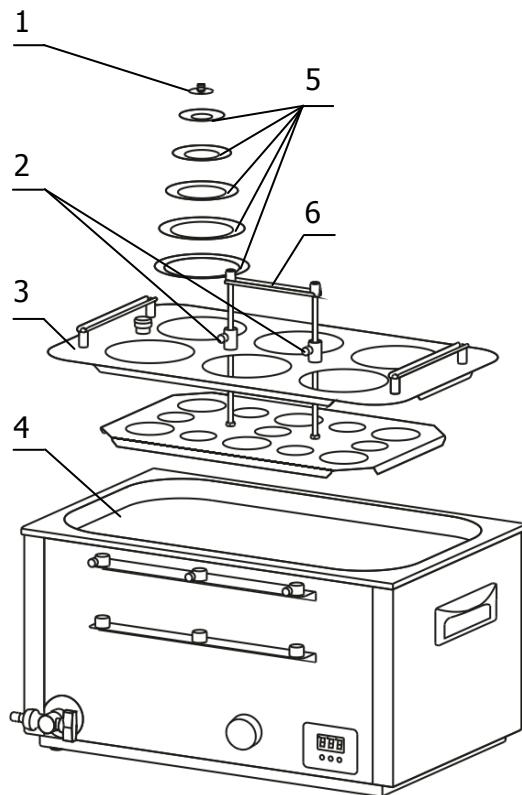
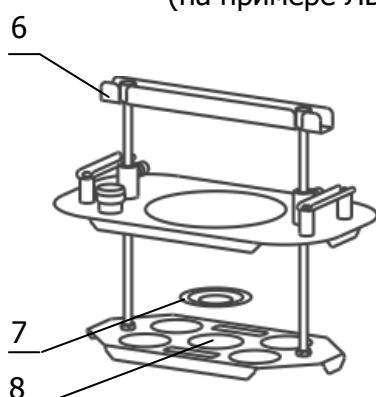

Рисунок 3 — Установка корзины в ванну бани (на примере ЛБ63)
Рисунок 4 — Корзина лабораторной бани (на примере ЛБ13)
1.4.1 Все модификации лабораторных бани ЛБ имеют сходную конструкцию ванны 3, в которую установлена корзина 1. Корзина имеет отверстие для контрольного термометра 2 и регулируемое по высоте дно. Баня имеет механический таймер 6, цифровой регулятор температуры 7 и кран для слива теплоносителя 5. Каждое рабочее место оснащено системой из пяти концентрических колец 5 (рисунок 3), позволяющей размещать в корзине емкости различного диаметра (максимальный диаметр рабочего места — 110 мм). Крышка 1 (рисунок 3) закрывает отверстие в наименьшем из колец при неиспользовании рабочего места. Штатив с лапкой 8 (рисунок 1) предназначен для установки в вертикальное положение и фиксации высоких и неустойчивых емкостей.
2.2.2 Установить корзину 3 в ванну 4 (рисунок 3). Корзина лабораторной бани на два и шесть рабочих мест имеет стационарную ручку 6 (рисунок 3), а корзина на одно и три рабочих места съемную ручку 6 (рисунок 4). Ручка 6 предназначена для регулировки высоты дна корзины.
2.2.4 Поднять дно корзины в крайнее верхнее положение с помощью ручки 6 и зафиксировать винтовыми фиксаторами 2 (рисунок 3). В зависимости от диаметра емкости установить необходимое количество концентрических колец 5 (рисунок 3) и поместить емкость в корзину. Положение колбы можно зафиксировать, надев на ее горловину кольцо подходящего диаметра.
2.2.6 При необходимости поместить в банию емкость, диаметр дна которой меньше диаметра отверстия 8 (рисунок 4), возможно уменьшить это отверстие, разместив в нем наименьшее концентрическое кольцо 7 с внутренним диаметром 26 мм, как показано на рисунке 4.